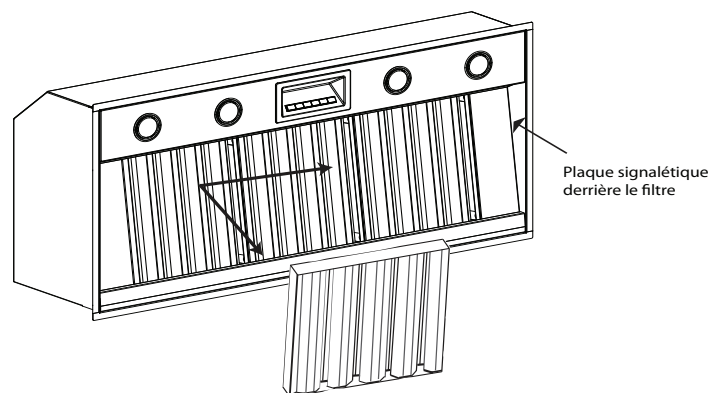

Figure 6 : Data Rating Plate Location
- Les étiquettes des caractéristiques assignées et du numéro de série se trouvent sur les panneaux latéraux de la hotte et sont visibles lorsque les filtres ont été enlevés (*Figure 6 à la page 9*).